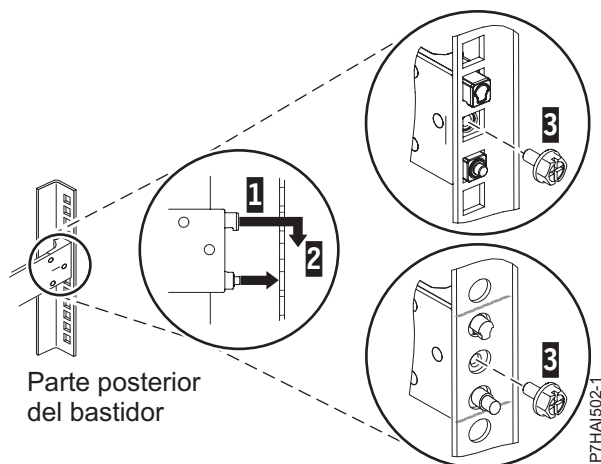

Figura 3. Alineación de las patillas con los orificios de la parte posterior del bastidor
3. Alinee las dos patillas de la parte posterior del riel deslizante con los orificios superior e inferior dentro de la unidad EIA seleccionada que se marcaron anteriormente. Tire del riel deslizante hacia usted para insertar las dos patillas en los orificios del bastidor (1), y baje el riel deslizante (2) para fijar el mecanismo de enganche de la patilla superior. Para obtener más de talles, consulte Figura 3 en la página 5. Asegúrese de que las dos patillas sobresalen de los orificios antes de proceder con el paso siguiente.